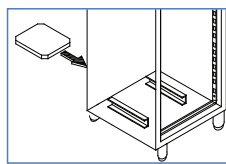

Abb. 3
- In die dazu vorgesehen Schienen einsetzen, das Kondensabflusswanne in den unteren Teil des Kühlschranks positionieren und bei den Geräten, die über automatischen Abfluss verfügen, mit dem Kupplungsstück verbinden. (Abb. 3)